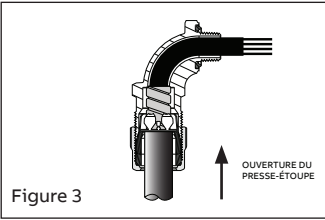
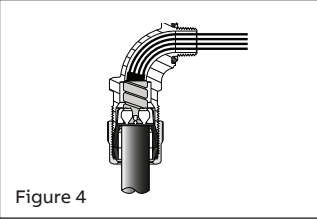

Figure 3
Figure 4
4. Feed cable through the gland funnel entry and push until cable armor hits armor stop (Figure 3). CAUTION: mispositioned cable armor may result in improper cable armor grounding. If conductor will not pass through the fitting hub, inner jacket may need to be stripped from cable to pass through the fitting hub. Leave at least 1/4" of the inner jacket protruding out of the cable armor (Figure 4). Larger conductors may require the use of wire lubricant to easy the passage through the elbow
- Insérer le câble dans l'ouverture du presse-étoupe et le pousser jusqu'à ce que l'armure du câble s'appuie sur la butée (Figure 3). ATTENTION: si l'armure est mal positionnée, sa mise à la terre risque d'être compromise. Certains câbles peuvent nécessiter le dénudage de la gaine intérieure pour permettre aux conducteurs de passer à travers le raccord. Laisser au moins 1/4 po de la gaine intérieure dépasser de l'armure du câble pour protéger les fils conducteurs. (Figure 4). Des conducteurs plus larges peuvent nécessiter l'utilisation d'un lubrifiant pour câbles pour faciliter le passage à travers le coude.